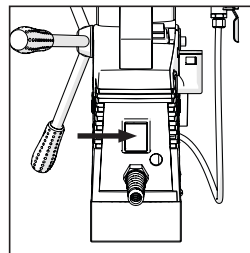

Fig. 4
- Active el interruptor basculante de la caja de interruptores de la máquina para activar el imán. **(Fig. 4)**